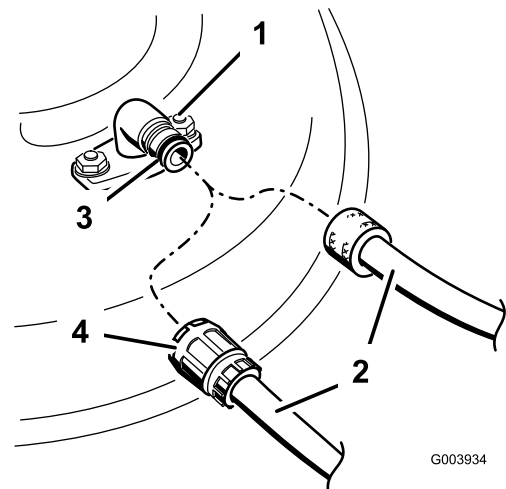

Figura 21
4. Fixe uma mangueira ao encaixe para lavagem e abra a água a alta pressão (Figura 21).